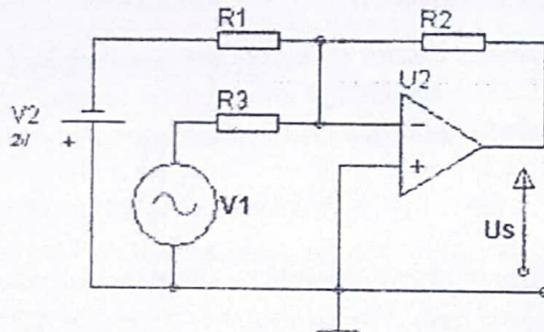

fig.2
Soit le montage figure 2
- 2.1) Donner l'expression de U_S , si $V_1 = \sin \omega t$ et V_2 est une tension continue telle que représentée sur la figure 2.